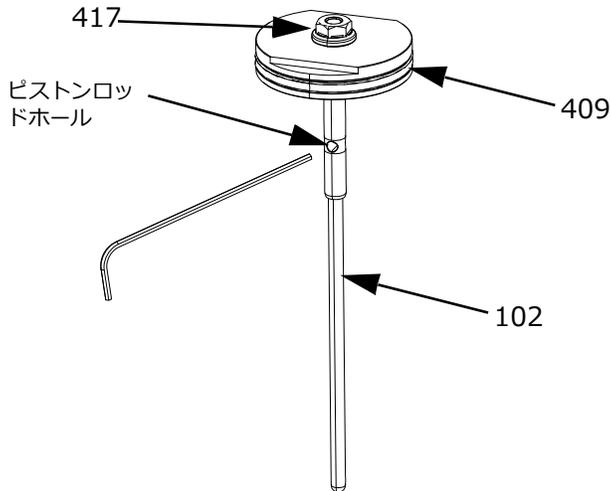

図 20
- b. ピストン (409) の平らな部分を、ピストンロッドが上向きになるように万力で挟みます。ピストンロッド (410) のネジを緩めて、ピストン (409) から取り外します。
- c. ピストン (409) とピストンロッド (410) を点検し、損傷がないか確認します。必要に応じて交換します。
7. チップシールチップアセンブリのあるバルブの場合 (図 20):
- a. 六角レンチをチップアセンブリ (102) の穴に通し、7 mm のソケットまたはレンチを使用してナット (417) をねじ込みます。
- b. ピストン (409) の平らな部分を、ピストンロッドが上向きになるように万力で挟みます。チップアセンブリ (102) のネジを緩めて、ピストン (409) から取り外します。
- c. ピストン (409) とチップアセンブリ (102) を点検し、損傷がないか確認します。必要に応じて交換します。